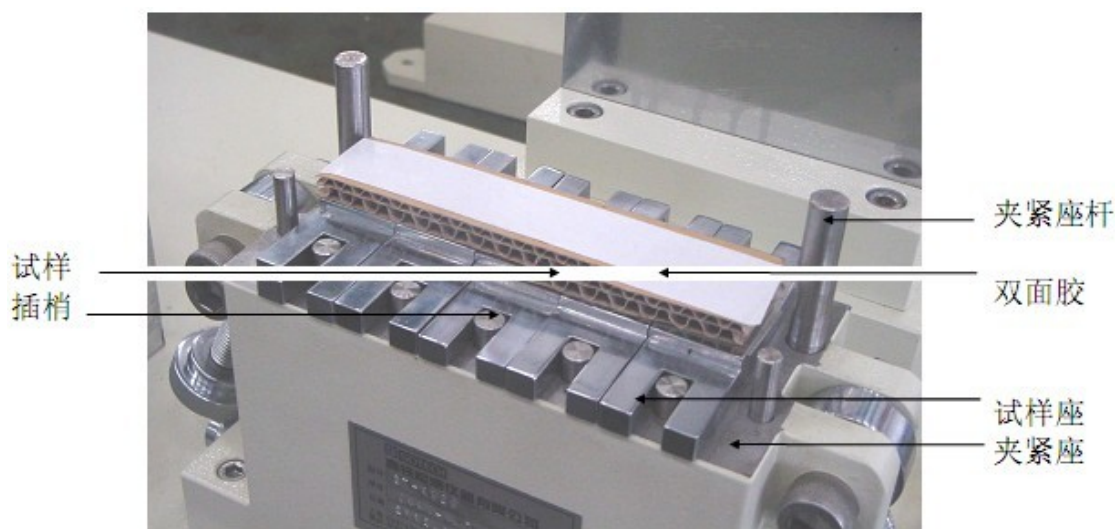

图 2
- 3 从双面胶固定台架上取双面胶粘于五片试样座之上(见图 2)